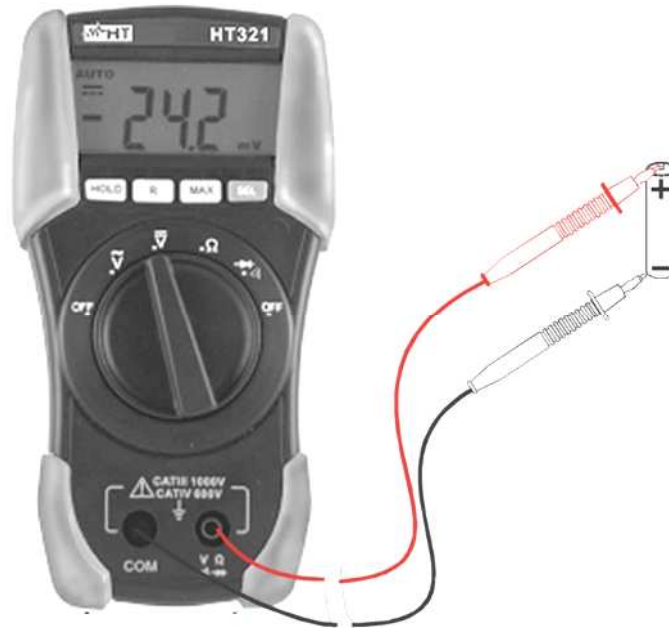

Abb. 2: DC-Spannungsmessung
2. Verbinden Sie die Messleitungen wie folgt: die rote Messleitung in **VΩ** (für HT321) / **VΩ** (für HT322) und die schwarze Messleitung in (s. Abb. 2).